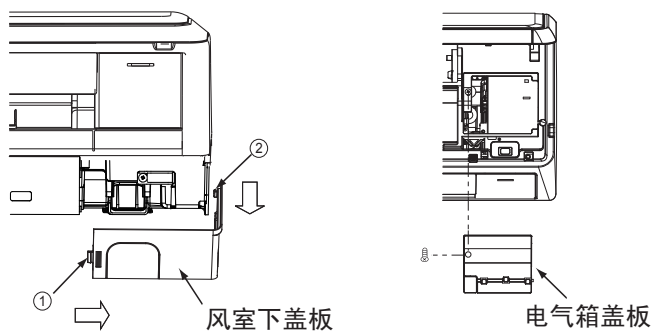

图14
(1) 连接盖板拆去顺序
用手将面框右下角风室下盖板 ①、② 处的钩子沿箭号方向拉，将风室下盖板取出。（如图14）
(2) 电线连接顺序
- 打开面板，拧开面框右侧电气箱盖板螺钉，将其取下。（如图14）